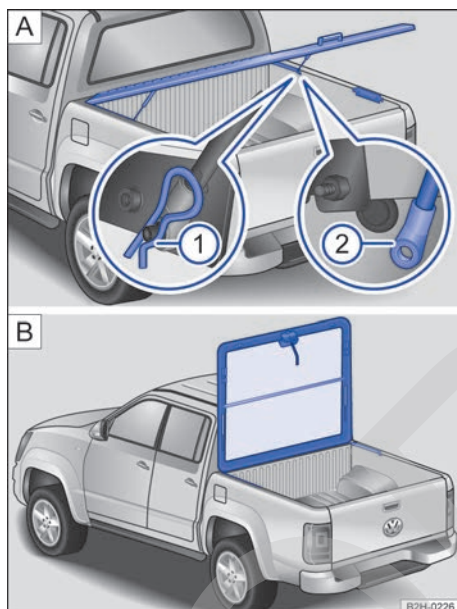

Fig. 26 Cubierta de aluminio de la superficie de carga: **A**: desmontar el muelle de gas presurizado y **B**: cubierta en posición vertical.
- Abra la cubierta de la superficie de carga → fig. 26.
- Coloque la cubierta en posición vertical con ayuda de otra persona → fig. 26 **B**.